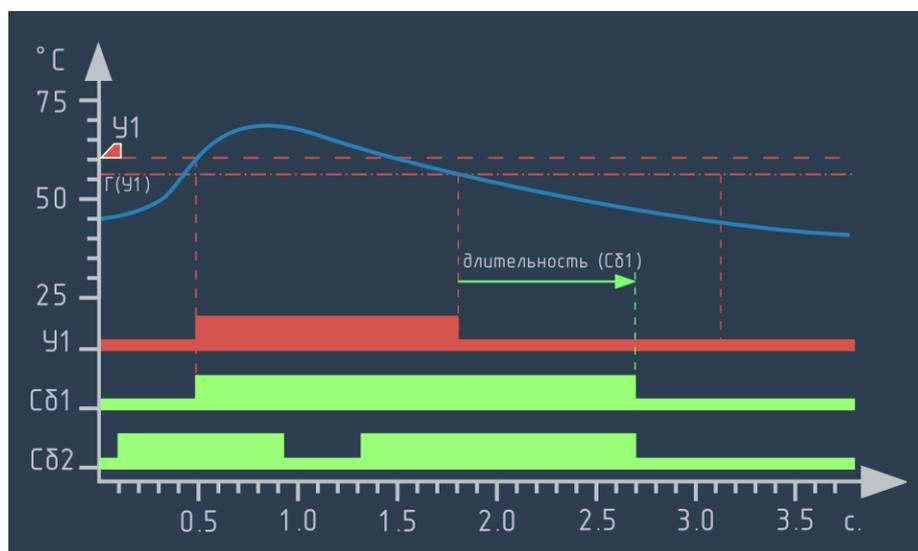

Рисунок 6.61 – График работы события для которого длительность установлена в зависимости от состояния другого события:
- ▶ по условию – длительность срабатывания события определяется состоянием другого события (см. рисунок 6.61).